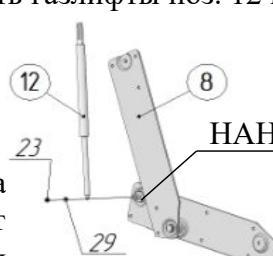

Рис.3.1
**!** 3. НАНЕСТИ НА ОСИ МЕХАНИЗМОВ ПОДЪЁМА ПОЗ.7 И 8 СМАЗКУ поз.34 в соответствии с рис.3.1 и 3.2. Присоединить газлифты поз. 12 к механизмам поз.7 и 8 штоком (тонким стержнем) вниз в соответствии с рисунками 3.1 и 3.2, используя гайки M6 со стопорным кольцом поз.23. Под гайки установить шайбы Ø6x18 стальные поз.29.